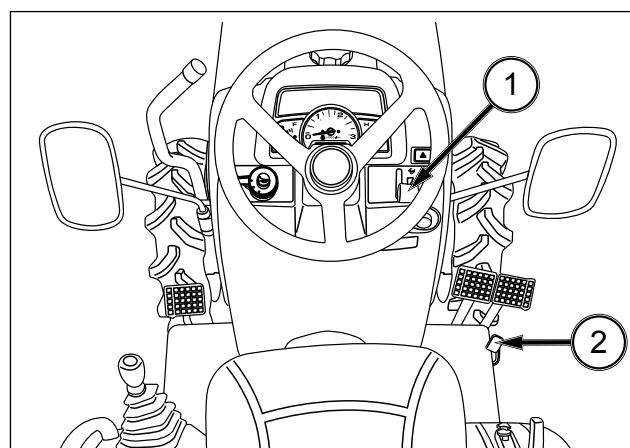

FIG. 51
FIG. 51 : Le levier d'accélération à main (1) règle le régime moteur et reste à la position choisie par l'utilisateur. Si le levier est placé vers l'arrière, le moteur tourne au ralenti. Le régime moteur augmente à mesure que le levier est poussé vers l'avant.